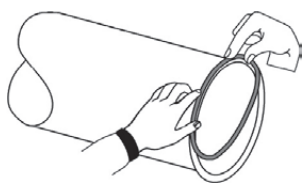

Fig. 193
- ▶ Bördeldichtung auf einen der Bördelränder ziehen. Beim Aufziehen kann der Bördeldichtung etwas gezogen werden – jedoch nicht überdehnen – Fig. 193.